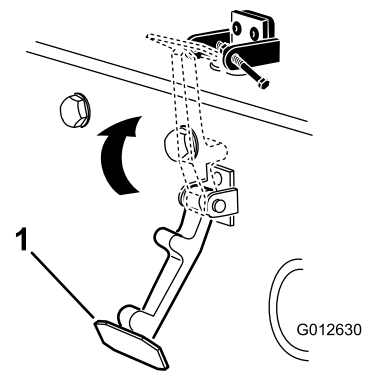

**Figura 8**
3. Alinee los taladros de montaje y posicione el cierre de seguridad para CE y el cerradero sobre el capó. El cierre de seguridad debe estar en contacto directo con el capó (Figura 8). No retire el conjunto de perno y tuerca del brazo del cierre de seguridad.
5. Remache el seguro de cierre, el cerradero y las arandelas al capó (Figura 8).